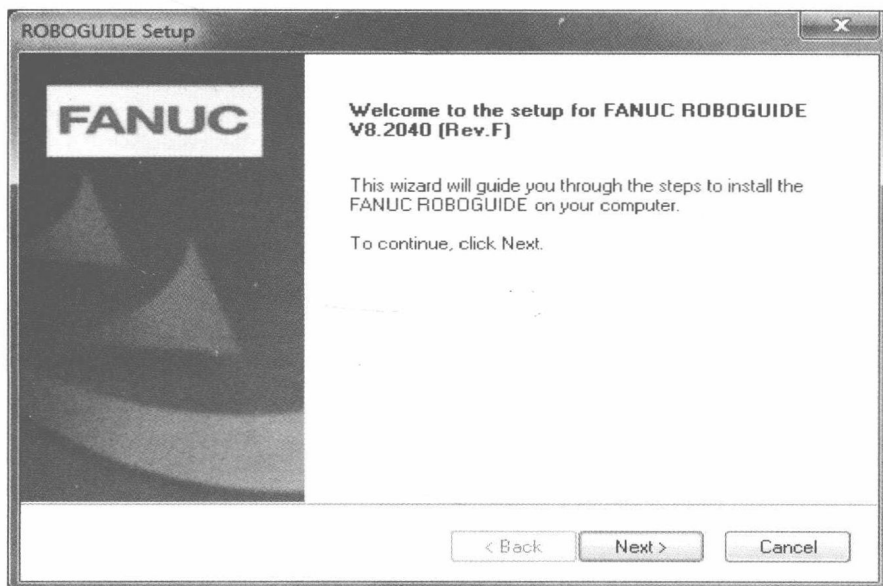

图 2-3
2) 在ROBOGUIDE设置对话框单击“Next”（下一步>）按钮，如图2-3所示。